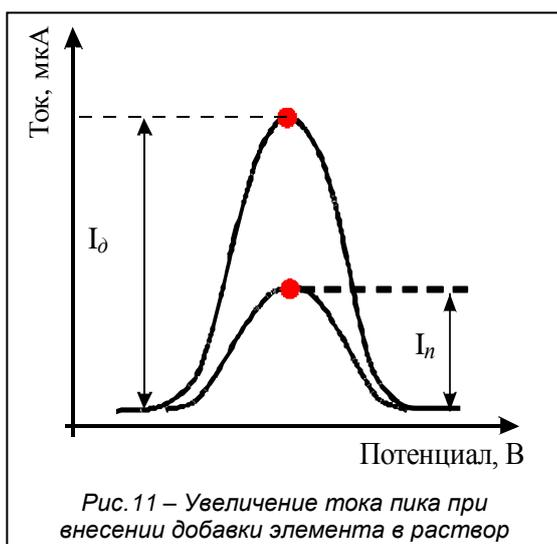

Рис. 11 – Увеличение тока пика при внесении добавки элемента в раствор
4 Концентрация аттестованной смеси и объем добавки известны, поэтому можно посчитать, какое количество определяемого элемента было добавлено в раствор и привело к увеличению высоты пика (рис.11). Сравнивая ток пика в растворе пробы с приростом тока пика от добавки, рассчитывают концентрацию элемента *в растворе пробы, помещенном в электрохимическую ячейку*, по формуле (1).